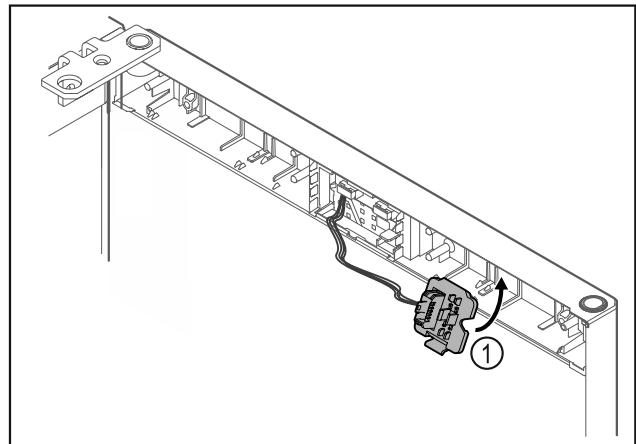

Fig. 17
- Κουμπώστε το στήριγμα του φις Fig. 17 (1) στην απέναντι πλευρά.